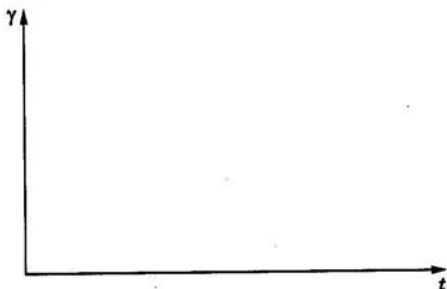

Рис. 4.3. Зависимость удельной проводимости полупроводника от температуры
4.13. В приведенной системе координат (рис. 4.3) изобразите графическую зависимость удельной проводимости полупроводника от температуры.